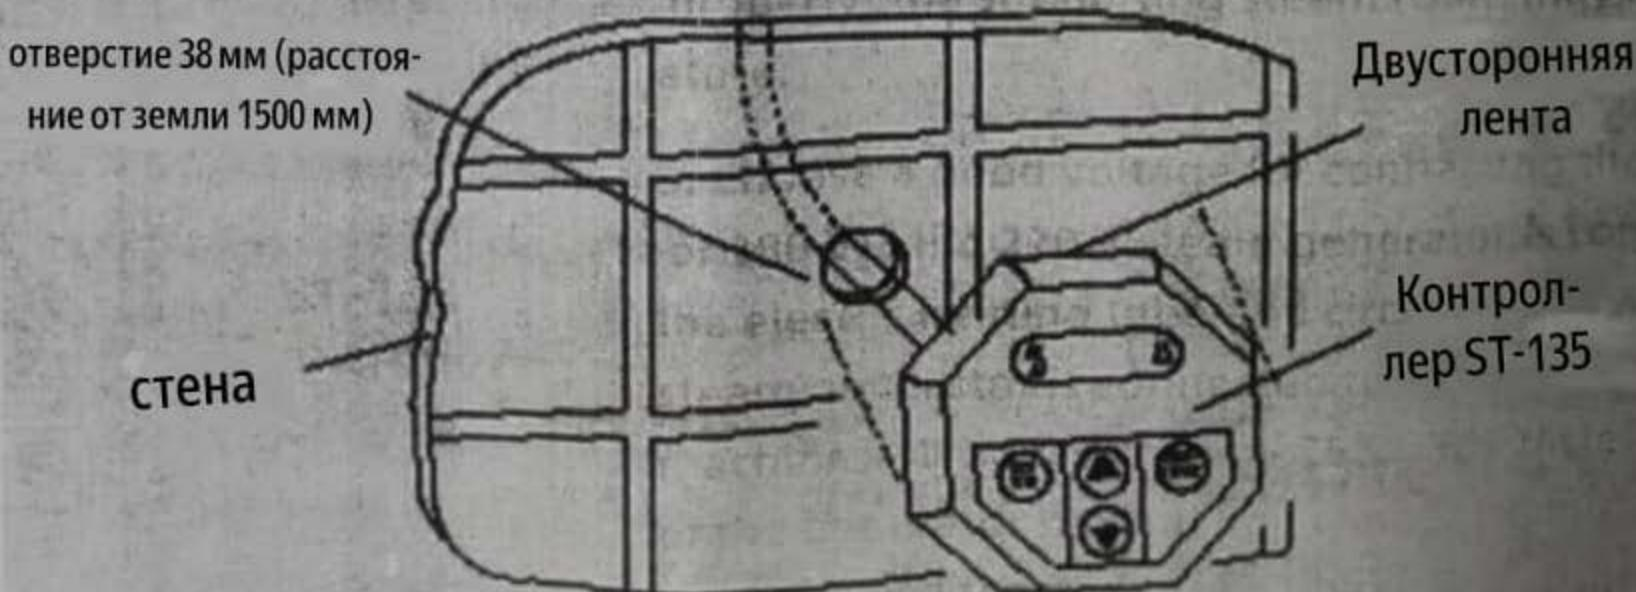

Рисунок 6
2. Способ установки контроллера FL-131: (см. рисунок 6)